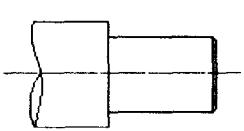

图 3-4
Step 4 倒角处理。单击／按钮对图形进行倒角处理。使用直线工具补作直线，如图3-4所示。
Step 5 单击～按钮作曲线，如图3-4所示。